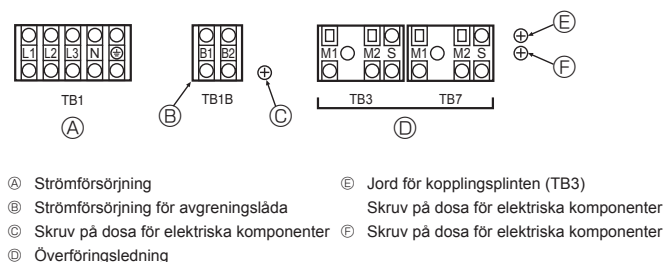

Fig. 6-1
6.2. Styrdosa och ledningarnas anslutningspositioner (Fig. 6-1)